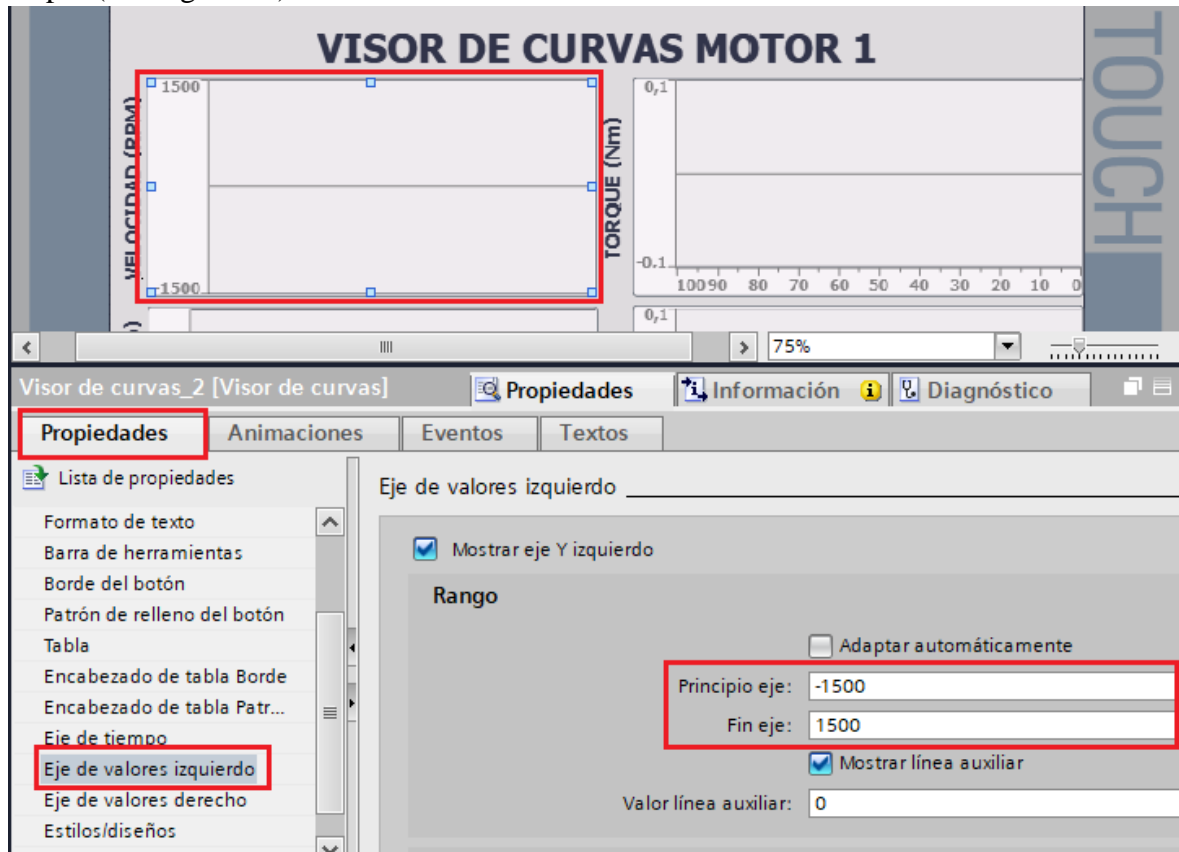

Figura 64. Configurar rango en el eje de valores izquierdo.
- (2) Para cada visor de curvas se debe configurar un rango en el eje vertical para visualizar cada una de las curvas.
- Para cambiar el rango debe ubicarse en “Propiedades” / “Eje de valores izquierdo”, en principio de eje configurar el límite inferior -1500 rpm y en Fin eje configurar el límite superior “1500” rpm (ver Figura 64).